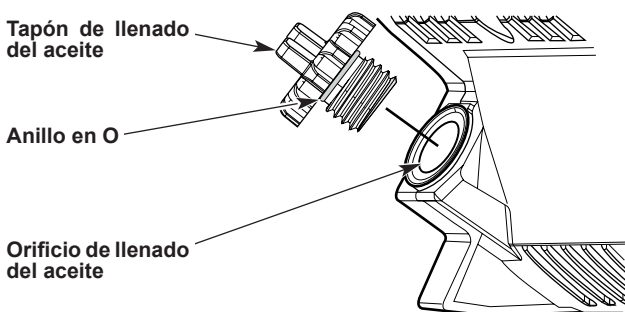

Fig. 6
2. Destornille el tapón de llenado del aceite (Fig. 6).
5. Reinstale el tapón de llenado del aceite. Asegúrese que el anillo en O esté en su lugar en el tapón de llenado del aceite (Fig. 6).